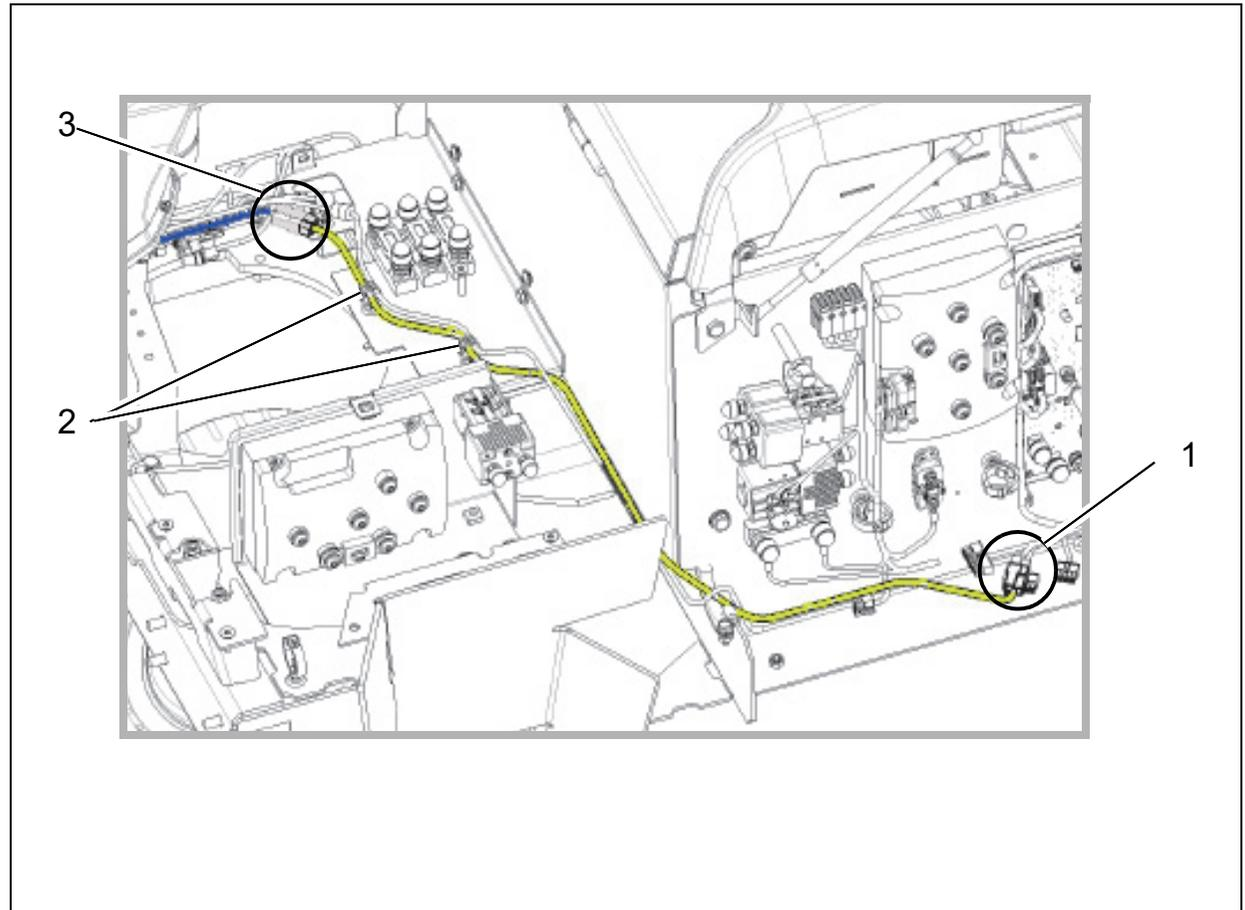

Abb. 8
1. Stecker X73 des Kabelbaumes W61 mit Kabelbaum W3 verbinden (Abb. 8/1).
2. Kabelbaum W61 (gelb dargestellt) laut Abbildung bis zum Monitorkabel (blau dargestellt) verlegen. Kabel durch Kabelhalter führen (Abb. 8/2).
3. Stecker X71 mit Stecker des Monitorkabels verbinden (Abb. 8/3).